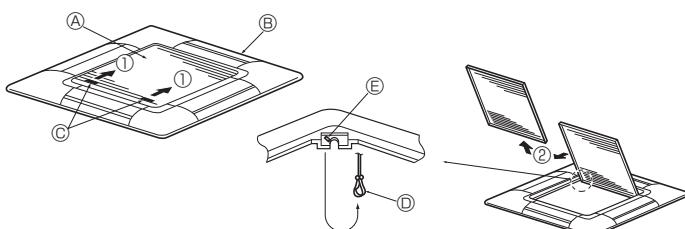

Fig. 8-3
8.2.1. Demontering av insugsgrillen (Fig. 8-3)
- Skjut armarna i den riktning som visas på pilen ① för att öppna grillen.
- Med insugsgrillen i läge "öppen", ta bort gångjärnen på insugsgrillen från grillen som visas med pilen ②.